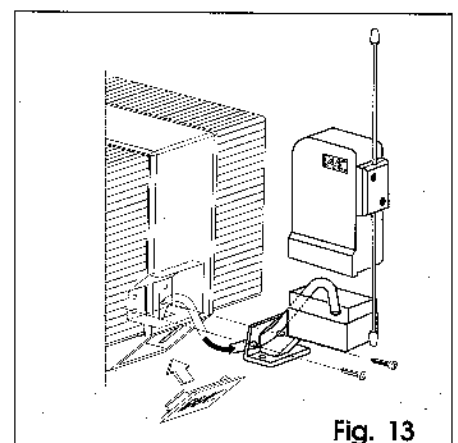

Fig. 13
- posizionamento sul FAAC LAMP, come da istruzione relativa (fig. 13).